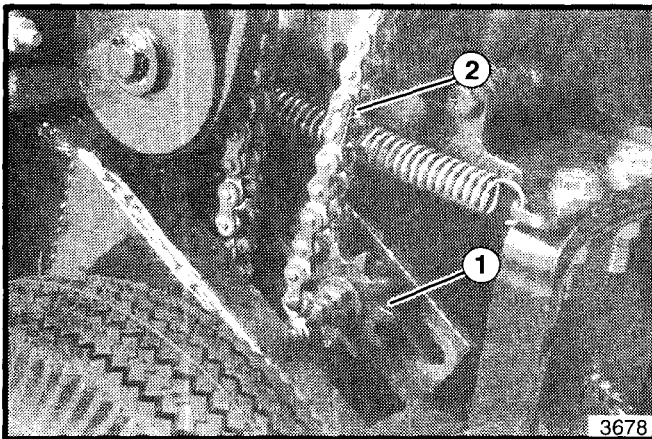

Figura 12. Catena di propulsione.
3. Aprire la maglia di connessione e rimuovere la catena (vedere figura 12).